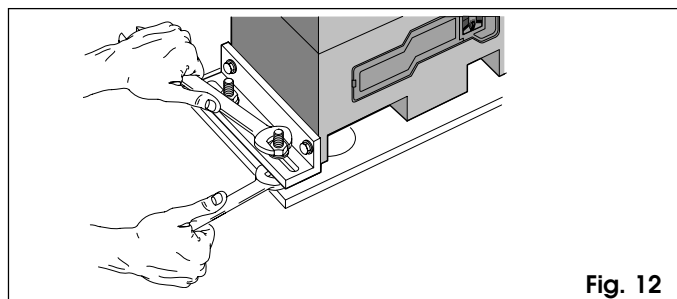

Fig. 12
- 5) Fixer le motoréducteur sur la plaque de fondation en serrant les écrous (Fig. 12).